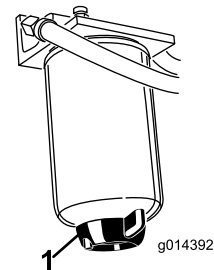

Figura 38
Spurgate ogni giorno l'acqua e altre sostanze contaminanti dal separatore di condensa (Figura 38).
2. Allentate il tappo di spurgo situato nella parte inferiore della scatola del filtro (Figura 38).